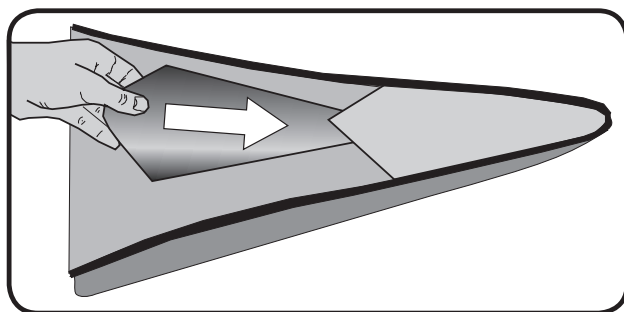

Figure 3. Insert en arc et en poupe en plastique
5. Enfin, insérez les formes en arc et en poupe en plastique dans les poches situées à l'avant et à l'arrière du kayak. Voir la figure 3.